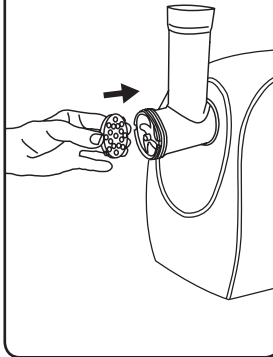

Fig. 6
- Apretar fuerte el aro de fijación en la embocadura del cabezal picador roscándolo en el sentido horario hasta encajar el tornillo sin fin, la cuchilla y la placa de corte (Fig. 6)